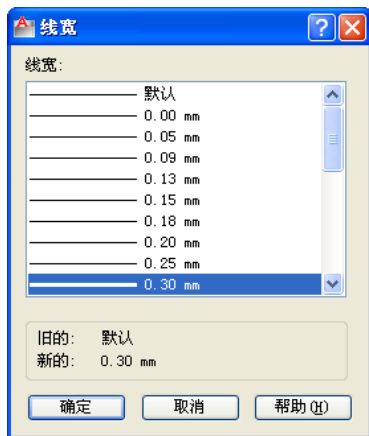

图 6-10 “线宽”对话框
(5) 单击该新图层相应的“线宽”单元格，弹出如图 6-10 所示的“线宽”对话框，从“线宽”列表中选择“0.30mm”，单击“确定”按钮。